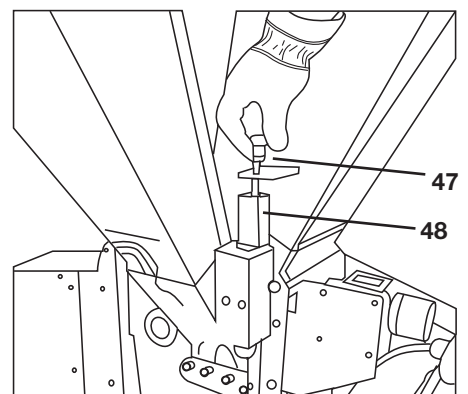

Bild 44
- Drehen Sie die Gewindestange (47) wieder in die Kontakthalterung (48) (siehe „Bild 44“).
- Drehen Sie die Gewindestange (48) wieder in die Kontakthalterung (siehe „Bild 44“, Seite 15).